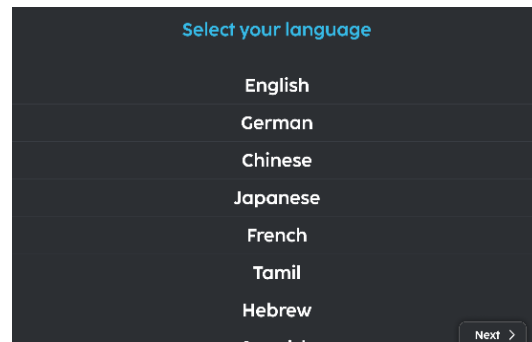

FIGURE 3-6
2. Faites défiler et sélectionnez votre langue (Fig. 3-6).